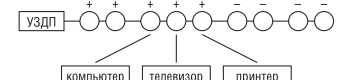

Рис. 7. Недостаток зоны обслуживания (пример). Знаком + отмечены розетки в зоне обслуживания, знаком – вне ее.
8.4.4. Если срабатывание не происходит, значит, подключенная розетка не входит в зону функционирования. При недостаточном охвате защищаемой цепи зона обслуживания могут быть приняты дополнительные меры к ее расширению. В типичном случае недостаточно сильный сигнал от искрения (и, соответственно, от СРЕДСТВА КОНТРОЛЯ) может исходить из розеток, следующих по цепи за розетками, к которым подключены потребители с импульсными источниками питания (компьютеры, телевизоры, цифровые приемники, импульсные трансформаторы для питания галогенных ламп и т.п.), ослабляющие сигнал (см. Рис.7).